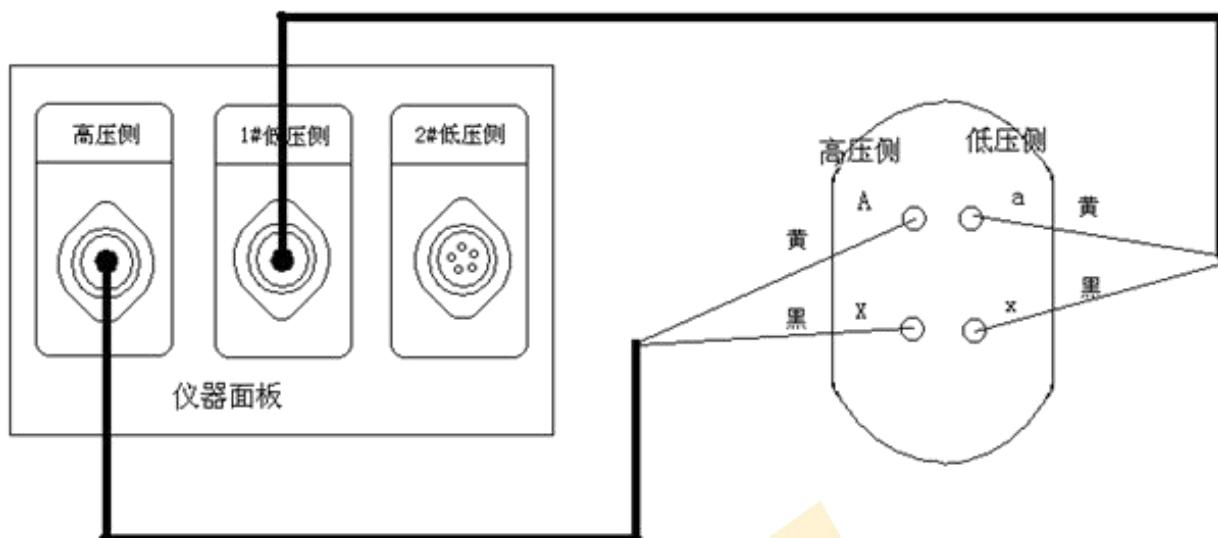

图 20 单相变压器的测试接线
2. 单相测量时，仪器高压侧的黄、黑两根线分别接单相变压器高压侧的 A，N，仪器 1#低压侧的黄、黑两根线分别接变压器低压侧的 a、n，接线正确方可测试。接线图如图 20 所示：